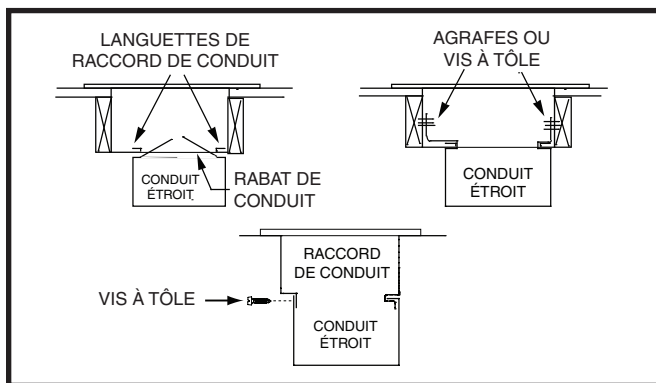

Figure 8. Conduits étroits
- Pliez les languettes inférieures du raccord de conduit vers le haut et serrez-les le plus possible contre le conduit d'alimentation en air. Voyez la Figure 8 (page 8).